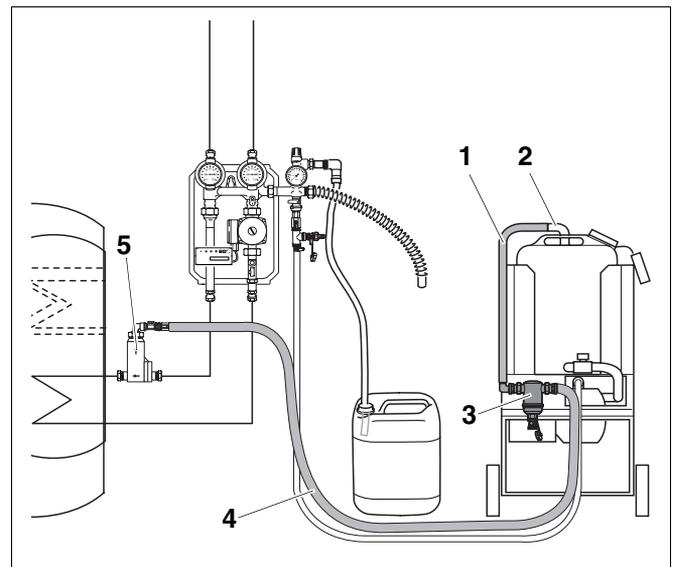

Abb. 8 Schläuche montieren
Es empfiehlt sich hierbei den Luftabscheider in unmittelbarer Nähe des Solarspeichers (Vorlaufanschluss) zu montieren (Abb. 8, **Pos. 5**).
- Montieren Sie den beiliegenden Schlauch (Abb. 8, **Pos. 1**) zwischen Schmutzabscheider (Abb. 8, **Pos. 3**) und dem oberen Behälteranschluss (Abb. 8, **Pos. 2**).
- Montieren Sie den Rücklaufschlauch (Abb. 8, **Pos. 4**) zwischen Schmutzabscheider (Abb. 8, **Pos. 3**) und Luftabscheider (Abb. 8, **Pos. 5**).